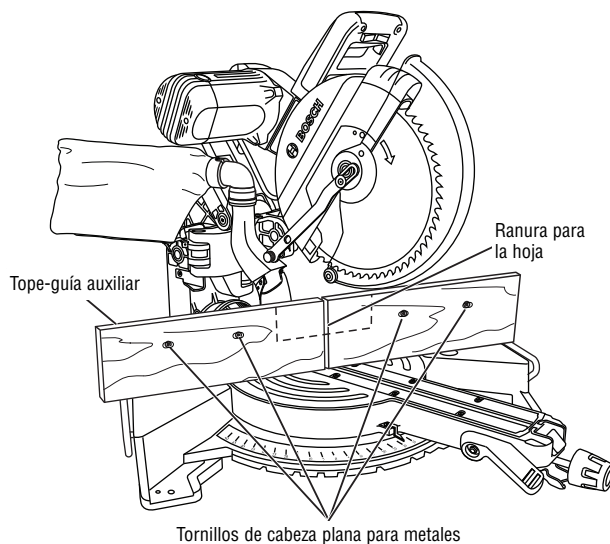

Figura 36. Tope-guía auxiliar
2. Coloque el tope-guía auxiliar contra el tope-guía de la sierra para cortar ingletes (figura 36). Asegúrese de que el tope-guía auxiliar no interfiera con el ensamblaje del cabezal. Compruebe si hay interferencia entre el tope-guía auxiliar y el protector inferior de la hoja. Haga ajustes según sea necesario.